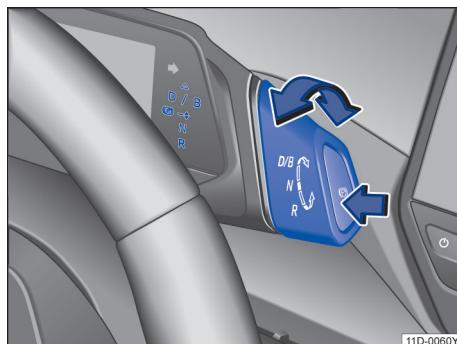

图 90 带电子驻车制动器按钮的行驶挡开关（箭头）
行驶挡开关带有一个用于电子驻车制动器的按钮②。如需从空挡位置 N 切换到行驶挡，踩下制动踏板并将行驶挡开关沿所需方向转动→图 90。行驶挡开关此时始终被弹回。再次向前转动可以切换回行驶挡 D。
若要在行驶挡 D 和 B 之间切换，一次性向前转动行驶挡开关，从位置 D/B 中换出即可→图 90。行驶挡开关此时始终被弹回。再次向前转动可以切换回行驶挡 D。